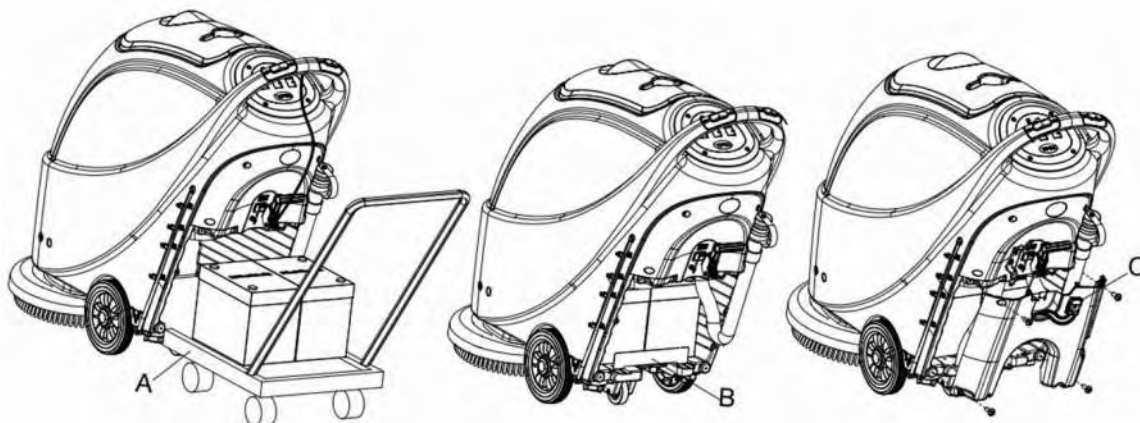

Figura 7
14. Intale a bateria com as ferramentas de instalação específicas da bateria (**A, Figura 7**). Após a bateria estar instalada, retire as ferramentas de instalação e instale o suporte de fixação da bateria (**B, Figura 7**).
15. Coloque o conector da bateria (**C, Figura 7**) através do buraco no topo da tampa da caixa da bateria, coloque a mangueira de drenagem através do buraco correcto da tampa da caixa da bateria, fixe a tampa com os 4 parafusos, e instale o cabo extensível do squeegee, mangueira de drenagem e o squeegee.